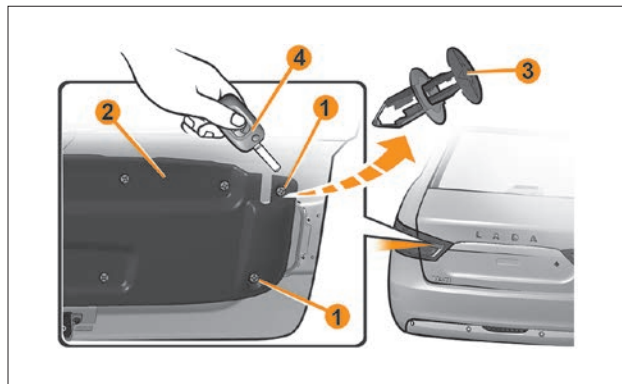

Рис. 13. Замена ламп света заднего хода и габаритного огня на наружном фонаре
- расфиксировать два крайних держателя **1** (рис. 13) обивки багажника **2**. Держатель обивки представляет собой конструкцию из неподвижного основания и подвижного фиксирующего «грибка» **3** (рис. 13). В поднятом состоянии «грибка» держатель расфиксирован;
- для расфиксации держателя обивки **3** (рис. 13) необходимо, например, лезвием ключа выключателя зажигания **4** (рис. 13) немного приподнять подвижную часть обоих держателей;